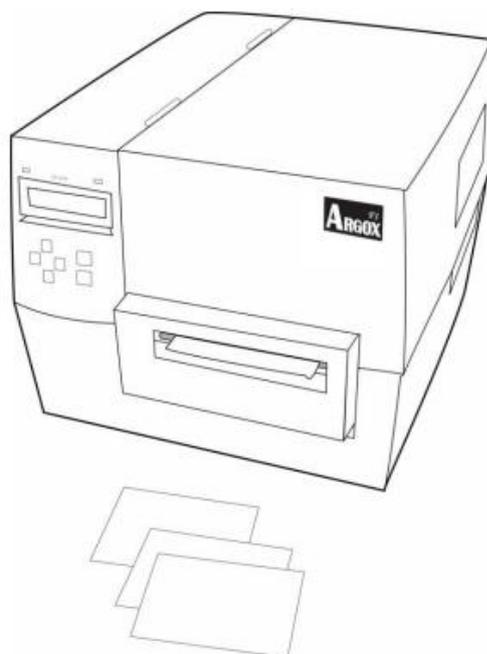

Рисунок 16
9. Включите принтер или нажмите кнопку FEED (протяжка), если принтер уже включен (Рисунок 16).